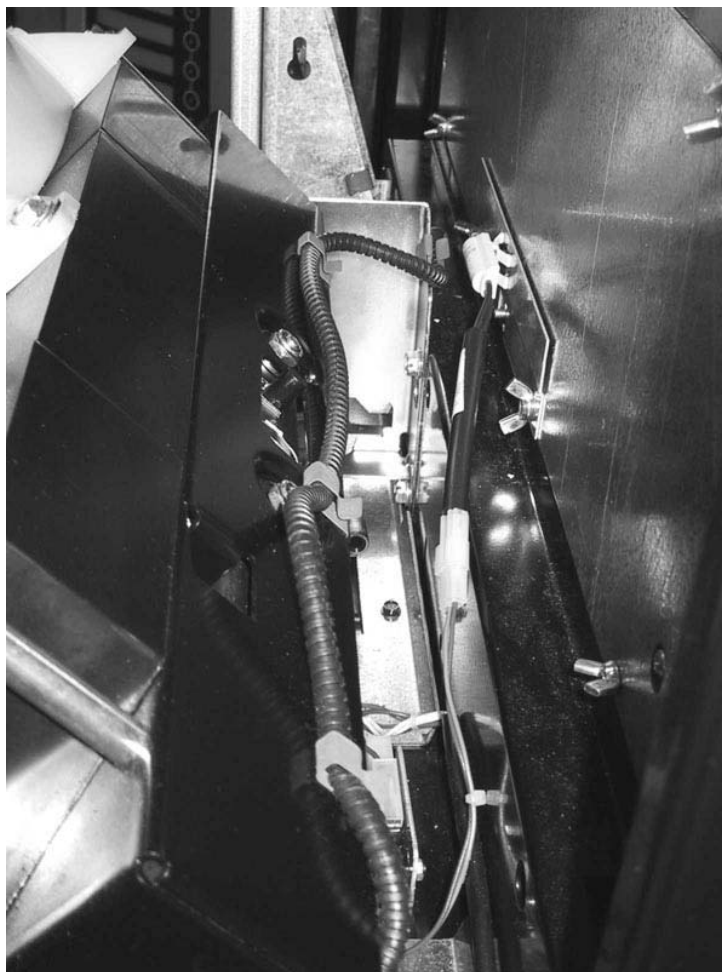

Ilustración 16
22. Instale el distribuidor de agitadores. Se tendrán que taladrar orificios en el canal de montaje del mecanismo de vasos. Coloque la plantilla de taladrar (1) (6360023) en el lado izquierdo y en la parte superior (consulte la ilustración 16). Taladre cuatro orificios de un diámetro de 0.140 pulgadas (3.5 mm). Y luego remover la plantilla y descargalo. Instale el distribuidor de agitadores (6362064) en el canal usando cuatro tornillos (1451097). Pase el conector eléctrico desde la (PCB) por la puerta, a lo ancho de la puerta principal y conéctelo al mecanismo de vasos, al motor para puertas automáticas (si se usara), al interruptor para puertas automáticas (si se usara) y a la luz de distribución en proceso. Conecte el cable de empalme al distribuidor de agitadores (6369003) y páselo por el sujetador de 0.25 pulgadas (6.35 mm) en el lado derecho del canal de montaje de la puerta automática, detrás del mecanismo de vasos y a lo ancho de la puerta, hasta el distribuidor de agitadores. Use los sujetadores de cables (1212159), tres a lo ancho de la orilla inferior trasera del bastidor del mecanismo de vasos y uno en la parte superior angulada del soporte de retén del mecanismo de vasos. El último sujetador de cables se deberá usar en la orilla derecha del bastidor del distribuidor de agitadores para sujetar el conector eléctrico del cable de empalme (consulte la ilustración 17).